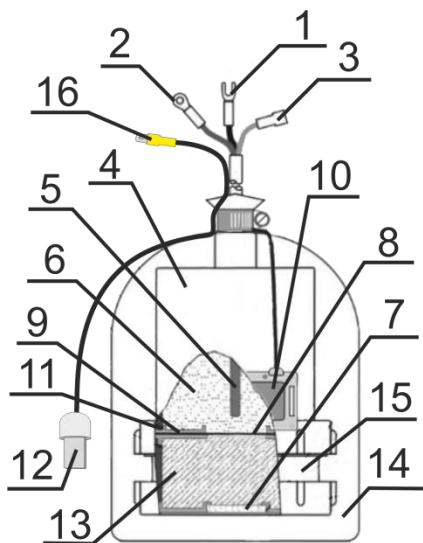

Рисунок 1 – Устройство
4.1 Электрод (рис.1) состоит из электролитической камеры (4), заполненной электролитом (6), и бентонитовой камеры (15), заполненной бентонитовым гелем (13), медного элемента (5), соединенного проводником с наконечником (1), вспомогательного электрода (10), расположенного на боковой поверхности электрода поверх матерчатого мешка, соединенного проводником с наконечником (3). Изолированная часть вспомогательного электрода обращена к мешку. Провода заключены в экранирующую оплетку, соединенную с наконечником (2). Между камерами установлены стабилизирующая шайба (9), с ионообменной мембраной (8). Герметичность между камерами обеспечивается резиновой уплотнительной прокладкой (11). В нижней части электрода установлена керамическая диафрагма (7).